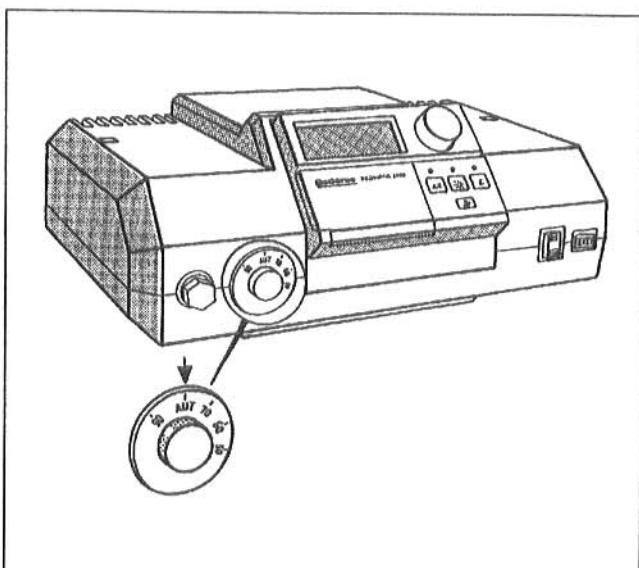

Fig. 5: Aparatul de reglare al temperaturii apei cazonului
- Aparatul de reglare al temperaturii apei cazonului (Fig. 5) se aduce pe poziția "AUT". Fără reglare "Ecomatic" se fixează pe temperatura dorită.